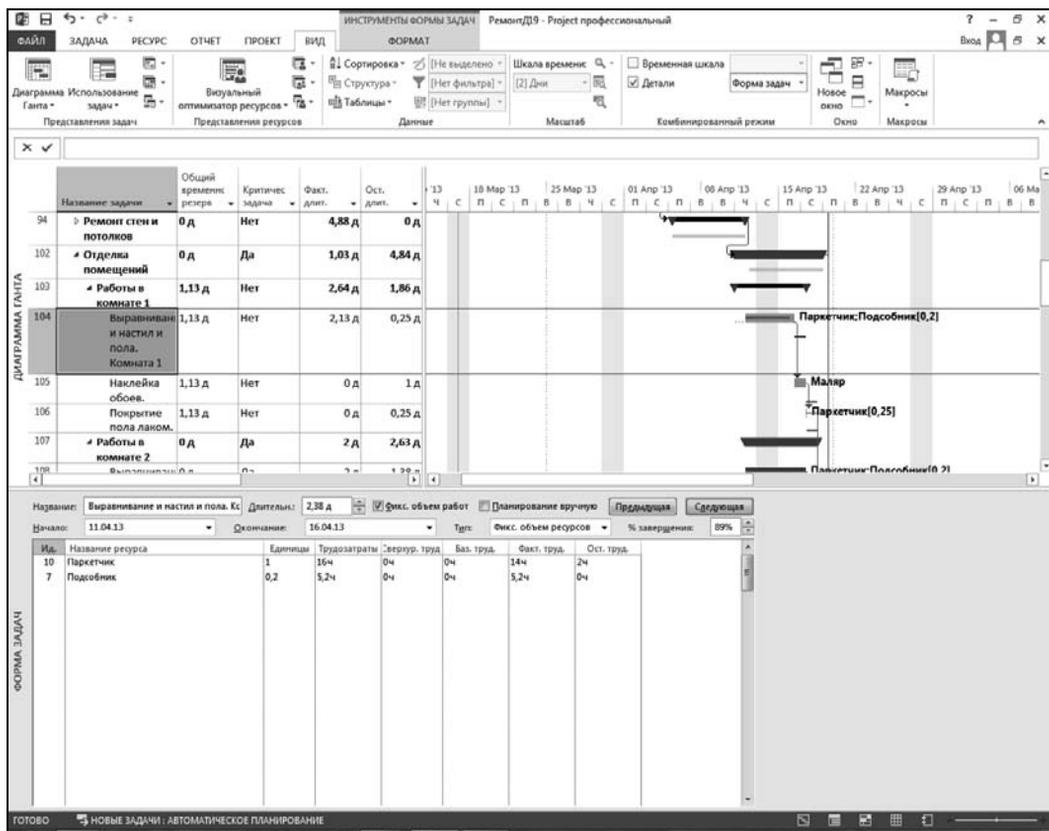

Рис. 8.8. Пример комбинированного представления: Диаграмма Ганта в верхнем окне и таблица Трудозатраты — в нижнем
6. Выделить задачу с идентификатором 104. Экранная форма примет вид, показанный на рис. 8.8.
7. В нижней части окна, как показано на рис. 8.8, размещена таблица, включающая столбцы: